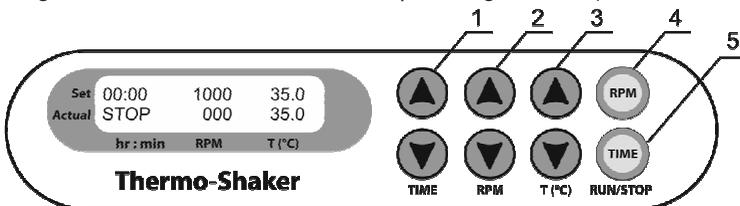

Abb. 1 Steuerung
- 4.3. **Einstellung der Zeit (TIME).** Mit den Tasten ▲ und ▼ (Abb. 1/1) können Sie das gewünschte Arbeitszeitintervall in Stunden und Minuten einstellen (Schrittweite 1 Min). Wenn Sie die Taste länger als 3 Sek gedrückt halten, wird die Schrittweite erhöht.
- 4.4. **Einstellung der Geschwindigkeit (RPM).** Mit den Tasten ▲ und ▼ (Abb. 1/2) können Sie die gewünschte Geschwindigkeit einstellen (Schrittweite 10 RPM). Wenn Sie die Taste länger als 3 Sek gedrückt halten, wird die Schrittweite erhöht.
- 4.5. **Einstellung der Temperatur (T, °C).** Mit den Tasten ▲ und ▼ (Abb. 1/3) stellen Sie die gewünschte Temperatur ein (Schrittweite 0,1 °C). Wenn Sie die Taste länger als 3 Sek gedrückt halten, wird die Schrittweite erhöht.
- 4.7. Drücken Sie die Taste **RPM-RUN/STOP** (RPM-Laufen/Stop) (Abb. 1/4). Die Plattform beginnt zu rotieren und der Timer beginnt, das eingestellte Zeitintervall herunter zu zählen (mit 1 Min Präzision).
- 4.10. Der Timer kann während des Betriebs erforderlichenfalls neu gestartet werden. Drücken Sie die Taste **TIME-RUN/STOP** (Zeit-Laufen/Stopp) einmal (Abb. 1/5), um den Timer zu stoppen. Drücken Sie die Taste **TIME-RUN/STOP** (Zeit-Laufen/Stopp) erneut, um den Timer neu zu starten.
-  **Achtung!** Nach Ablauf der eingestellten Zeit stoppt die Plattformbewegung automatisch, die Heizung kann jedoch nur durch Herabsetzen der Temperatur mit der Taste ▼ T (°C) ausgeschaltet werden (Abb. 1/3 - untere Taste), bis die Anzeige OFF (Aus) in der oberen Zeile des Displays erscheint.